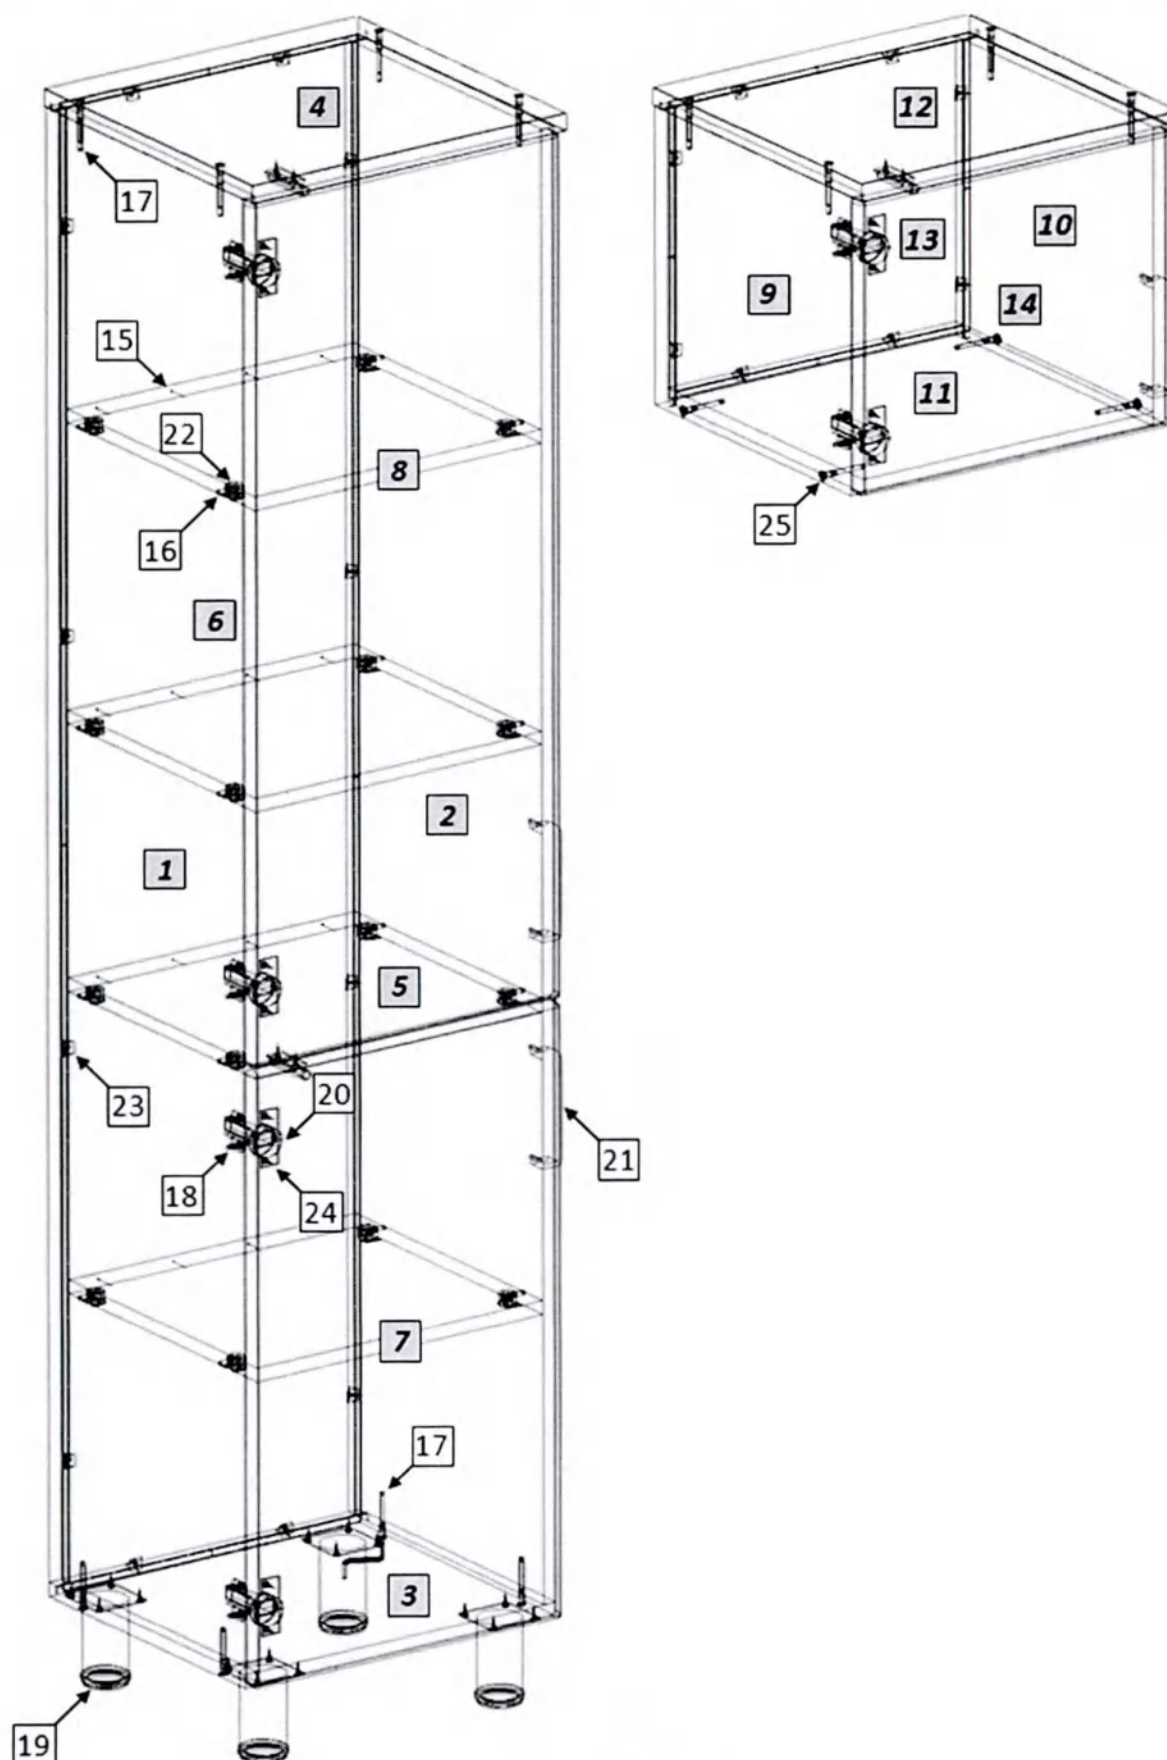

Рис. 1
1. Внимательно ознакомьтесь со схемой сборки, изображённой на рис. 1, сверяясь со спецификацией на изделие. Согласно схеме и спецификации определите расположение деталей в изделии и порядок их сборки. Сборка производится на ровном полу, укрытом материалом, предотвращающим повреждение покрытия пола и деталей мебели. Подготовьте необходимые для сборки инструменты – плоскую и крестовую отвёртки, молоток, рулетку или линейку.
2. На боковых стенках (1,2) установите ввинчиваемые дюбели эксцентриковых стяжек (10). Установите монтажные планки петель (12). На горизонтальных стенках (5) установите эксцентриковые стяжки (16). Евровинтами (11) соедините боковые стенки (1,2) с горизонтальной нижней стенкой (3) и крышкой (4), установив в пазы заднюю стенку (6). Закрепите заднюю стенку в пазах уголками (17). Установите и закрепите горизонтальные стенки (5), гвоздями (9) зафиксируйте к ним заднюю стенку. На горизонтальной нижней стенке (3) шурупами (18) закрепите опоры (13).
3. На дверях (7,8) шурупами 4×16 (17) закрепите петли (14), установите ручки (15). Закрепите двери к боковой стенке шкафа. Отрегулируйте положение дверей винтами петель.